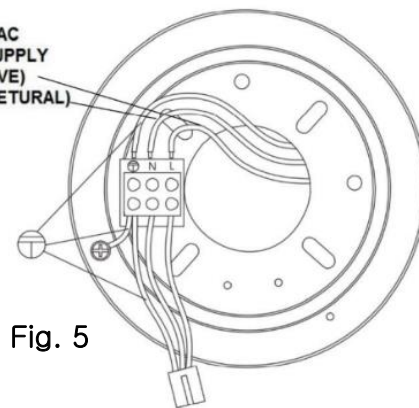
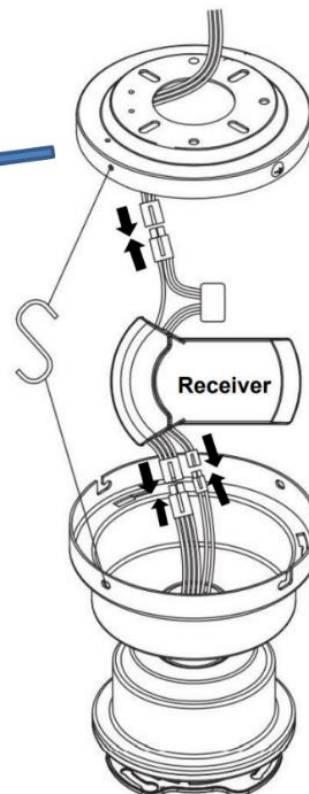

Fig. 5
Fig. 6
- 그 후 메인 전원과 마운팅 브라켓에 있는 전기 배선을 Fig. 5와 같이 연결해주고, 마운팅 브라켓과 리시버, 리시버와 모터모듈을 Fig. 6과 같이 연결해 줍니다.
## 전기 배선 연결하기--- 배선도 (Fig. 5 & Fig. 6)